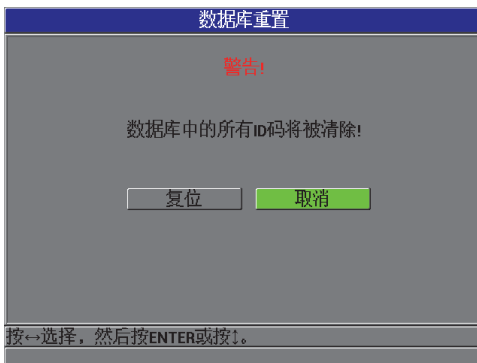

图 7-13 数据库重置 — 警告信息
2. 在**复位**子菜单中，选择**数据库**，会显示**数据库重置**警告信息（参见第 127 页的图 7-13）。